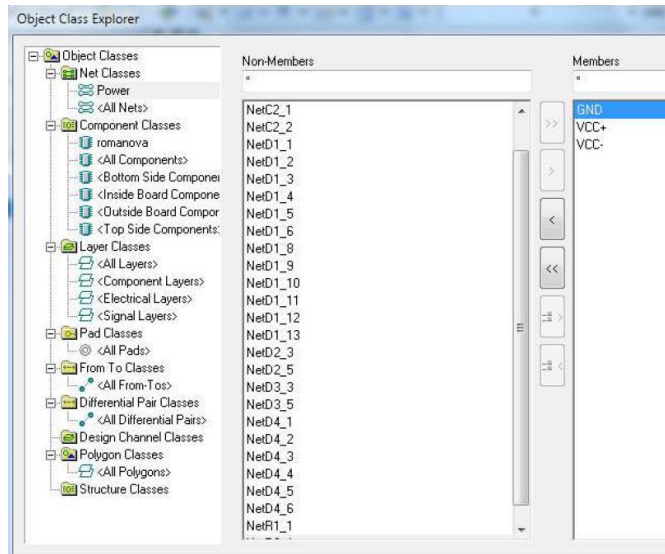

Рис. 35. Класс цепей Power
1. Создать класс цепей, выбрав Design>>Classes. В открывшемся окне выбрать категорию Net Classes. Нажать правую кнопку мыши, выбрать Add Class. Присвоить имя новому классу: Power. Включить в этот класс цепи: GND, VCC+, VCC- (выбирая цепь и нажимая кнопку >), см. Рис. 35.